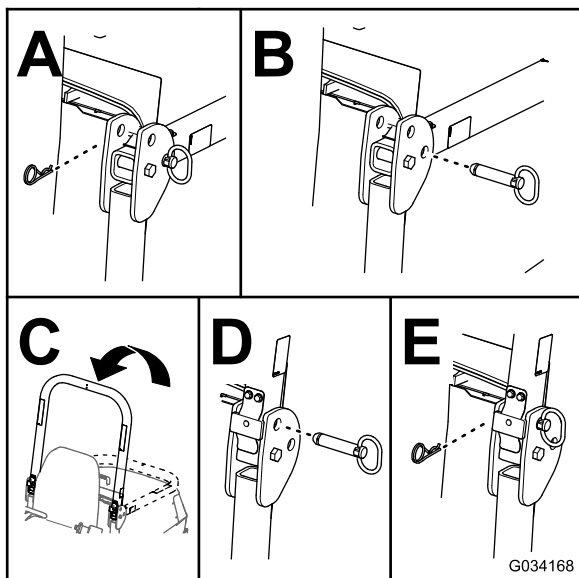

Figura 35
2. Retire las chavetas y los pasadores de la barra antivuelco (Figura 35).
3. Eleve la barra antivuelco y sujétela con los pasadores y las chavetas (Figura 35).